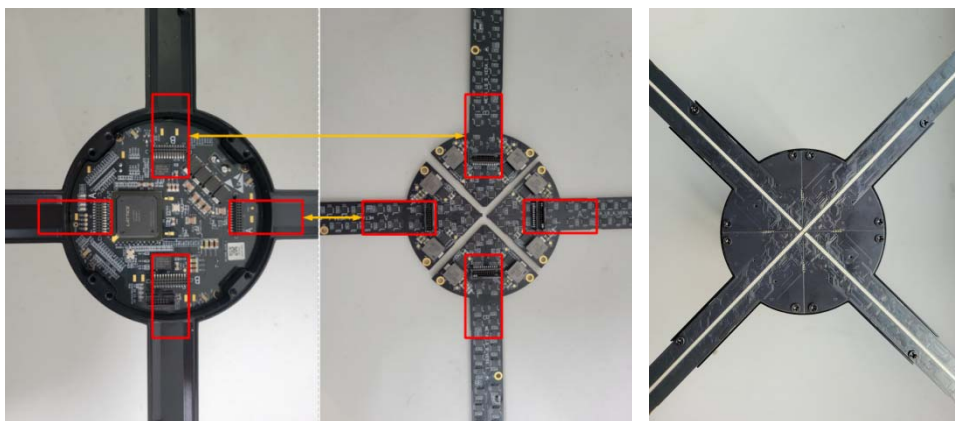

图1-2
- 3、 主机与灯板安装，须将 A 灯板放于 A 位置，将 B 灯板放于 B 位置，拧上螺丝，如图1-2。